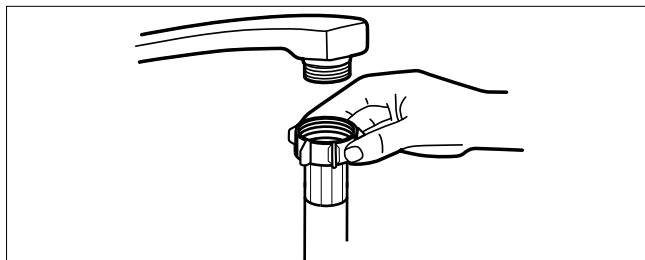

Fig. 5 – Collegamento del tubo dell'acqua
- ▶ Collegare il tubo di afflusso dell'acqua (25) a un rubinetto dell'acqua fredda con filettatura da 3/4" (vedere la Fig. 5).